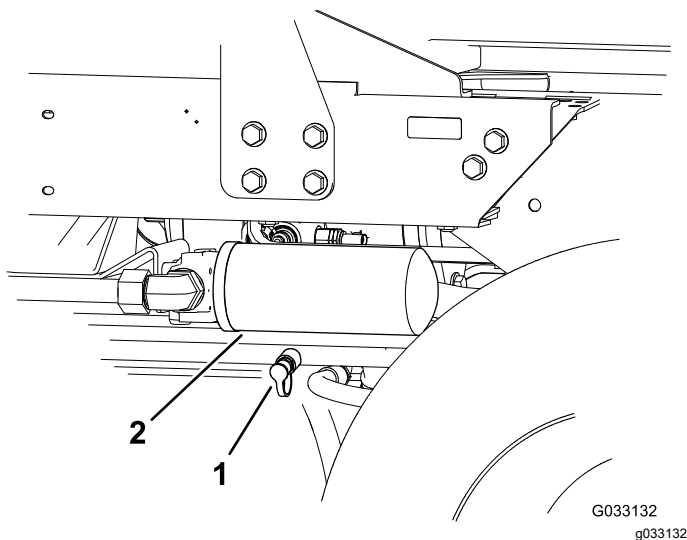

Bild 64
2. Schließen Sie einen Hydraulikschlauch zwischen dem eingebauten Diagnose-Anschlussstück im Heckantriebverteiler und dem Testanschluss für den Rückwärtsantriebsdruck (Bild 64) an.